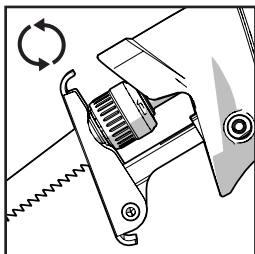

Fig. 1
- Gire hacia la izquierda y sujete el selector de sujeción de la hoja. **(Fig. 1)**